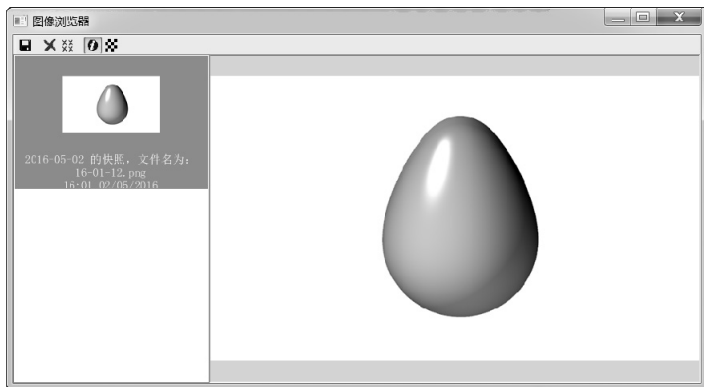

图 1-23 生成的快照图片
- 4) 单击“打开图像浏览器”按钮，则在“图像浏览器”窗口中可看到生成的快照图片，如图 1-23 所示。